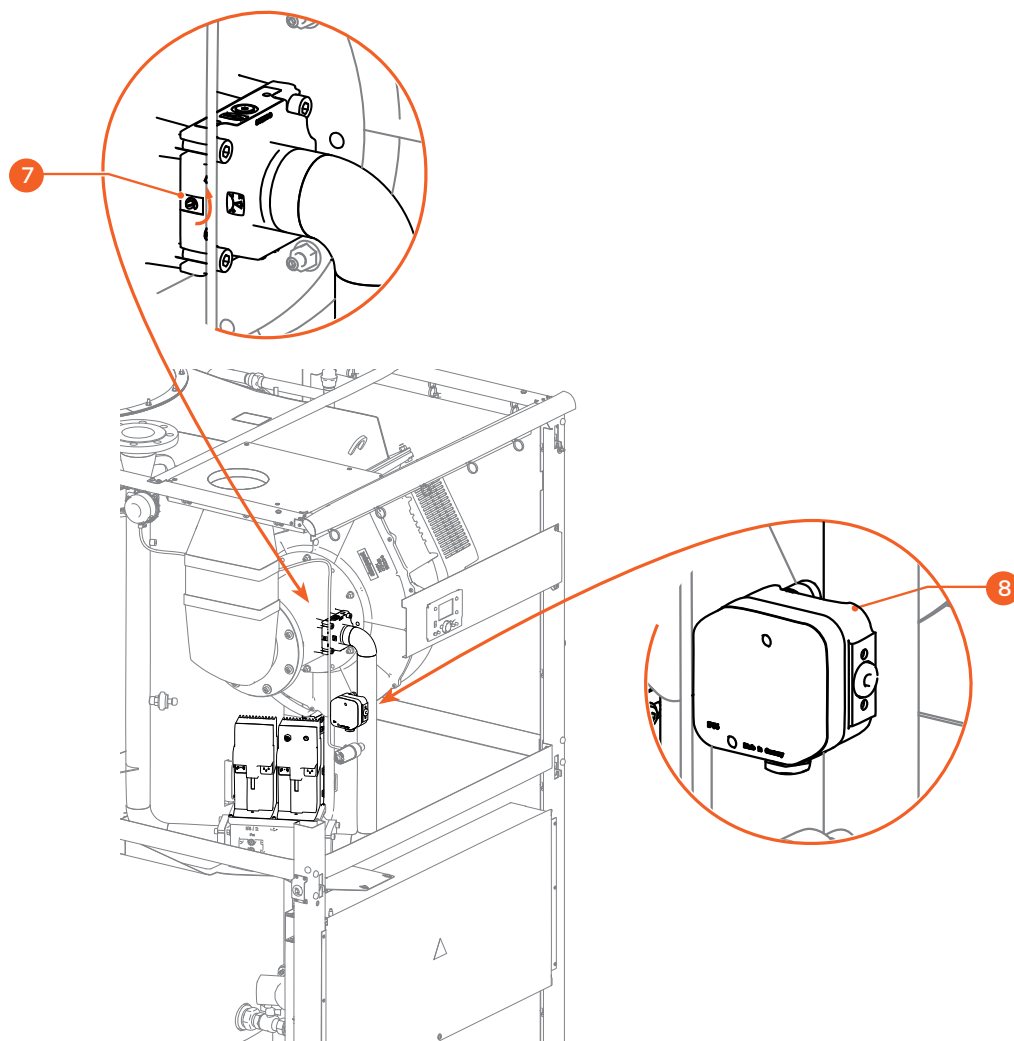

Fig. 20. Válvula de gas - Preajuste del obturador para propano
8. Guarde el turbulizador (3) y los tres tornillos para un posible uso posterior, si fuera necesario.
9. Instale la brida exterior (4) con una junta nueva (5) en la brida del mezclador aire-gas (6).
11. Vuelva a colocar el conducto de aire (2) en su sitio.
12. Conecte la manguera APS al conducto de aire y fíjela con la abrazadera (1).
15. Conversión a sólo propano: gire el tornillo de cierre de la válvula de gas (7) hacia el símbolo "-" para reducir la abertura (véase la Fig. 20):
16. En el presostato de sobrepresión de gas (8), compruebe que el ajuste es de 0,4 mbar, sea cual sea el tipo de gas. Ajústelo si es necesario. Consulte "Comprobación y ajuste del presostato de gas" en la página I-78.